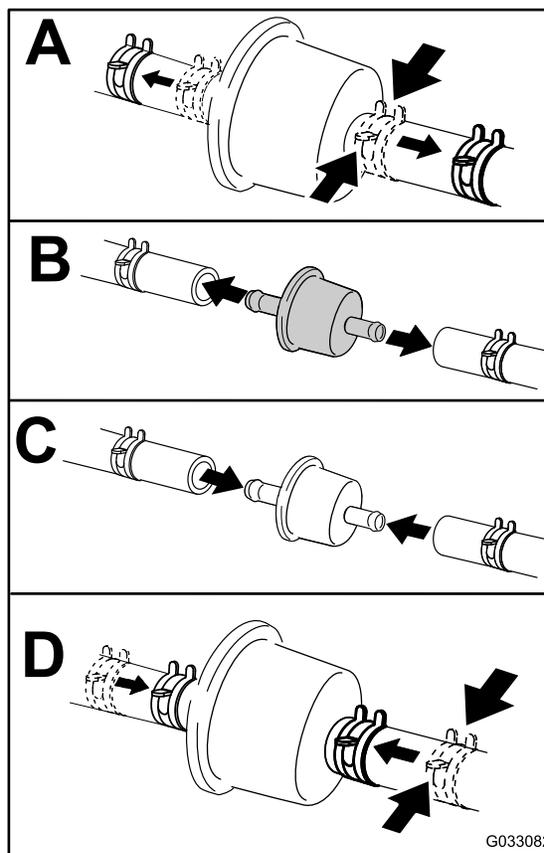

Figura 52
5. Sostituite il filtro del carburante (Figura 52).
5. Staccate il cavo positivo (rosso) dal polo della batteria (Figura 52).